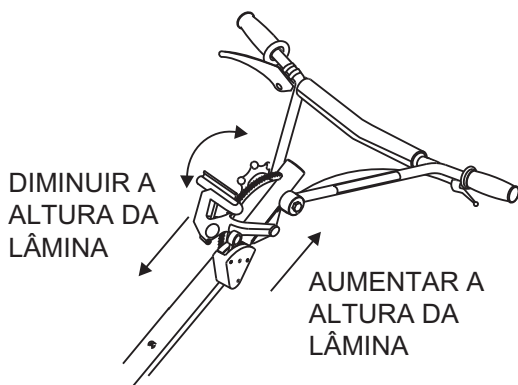

Figura 29. Manípulo em T Quick-Pitch™
- Para ajustar as lâminas no sentido ascendente através do **manípulo em T “Quick-Pitch”™**, (Figura 29) basta apertar o bloqueio do accionador e puxar o **manípulo em T** em direcção ao operador. Pressionar o **manípulo em T** em direcção ao motor irá fazer com que as lâminas fiquem numa posição plana.